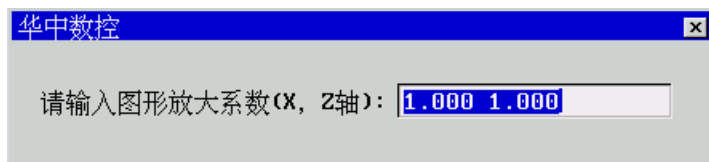

图 8.2.10 图形放大倍数
- (2) 按 **Enter** 键，弹出如图 8.2.10 所示对话框；